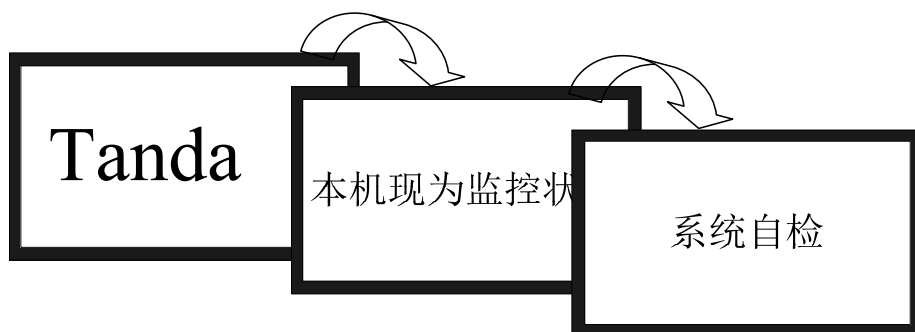

图3-1
3、完成以上操作后, 系统进行上电初始化, 界面依次显示如图3-1所示: